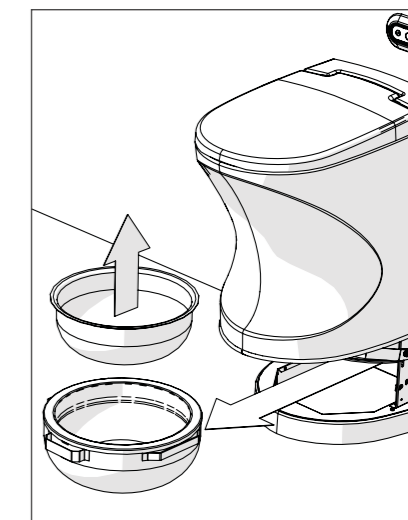

Ilustración 6
5. Extraiga el recipiente de cenizas. Retire el depósito del recipiente de cenizas y vacíe la ceniza (Ilustración 6).